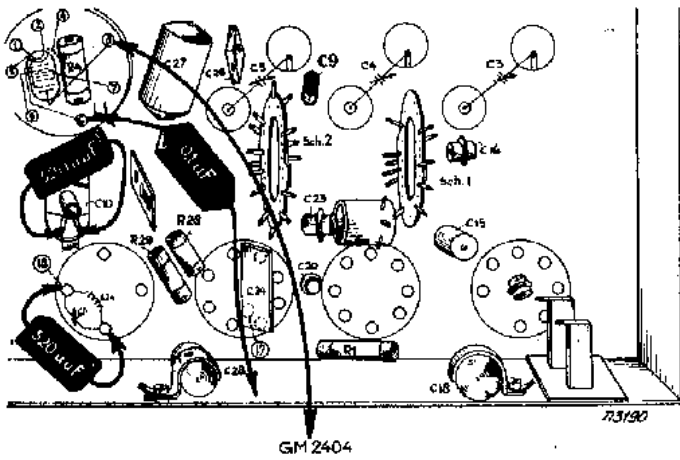

Fig. 3
- C10 shunten met een condensator van 320  $\mu\text{F}$  (zie fig. 3).
- Aperiodische versterker GM 2404 aansluiten aan anode van L1 (zie fig 3).
- Eerste rooster van de menglamp aarden via condensator van 0,1  $\mu\text{F}$  (zie fig. 3).
- C9 trimmen op maximum output (zie fig. 3).